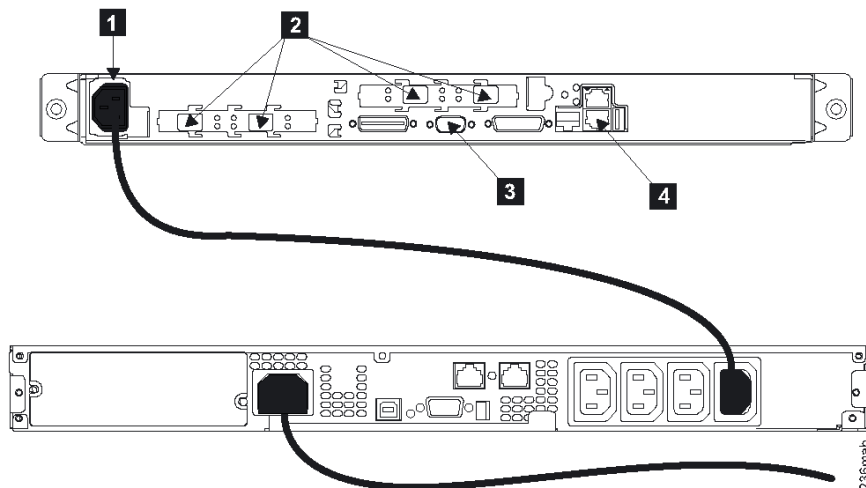

Figura 1. Cable de alimentación y zócalos de señal para el SAN Volume Controller y la fuente de alimentación ininterrumpida 5115
2. Asegúrese de que el cable de alimentación está conectado en el receptáculo del segmento de carga de la fuente de alimentación ininterrumpida 5115. Asegúrese también de que el otro extremo del cable de alimentación se ha conectado desde la fuente de alimentación ininterrumpida 5115 hasta el punto de distribución del bastidor. En la Figura 1 se muestran los conectores del SAN Volume Controller y la fuente de alimentación ininterrumpida 5115. En la figura, el conector del cable de alimentación se muestra con un **1**.